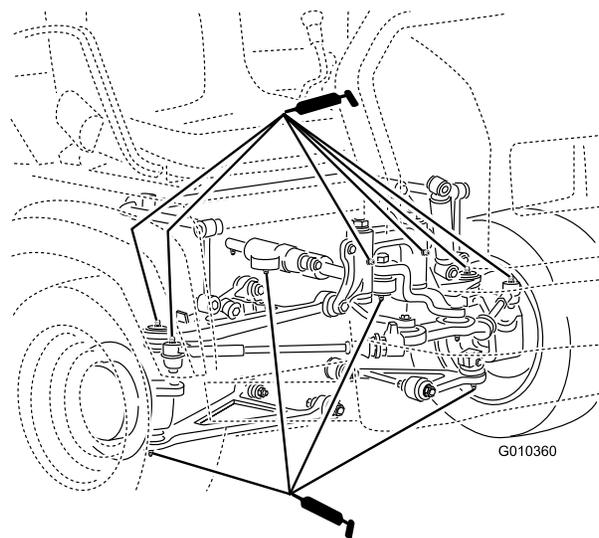

Figura 48
- **Giunti sferici** (4); fate riferimento alla Figura 48
- **Supporti a perno** (2); fate riferimento alla Figura 48
- **Cilindro dello sterzo** (2); fate riferimento alla Figura 48
- **Tiranti** (2); fate riferimento alla Figura 48